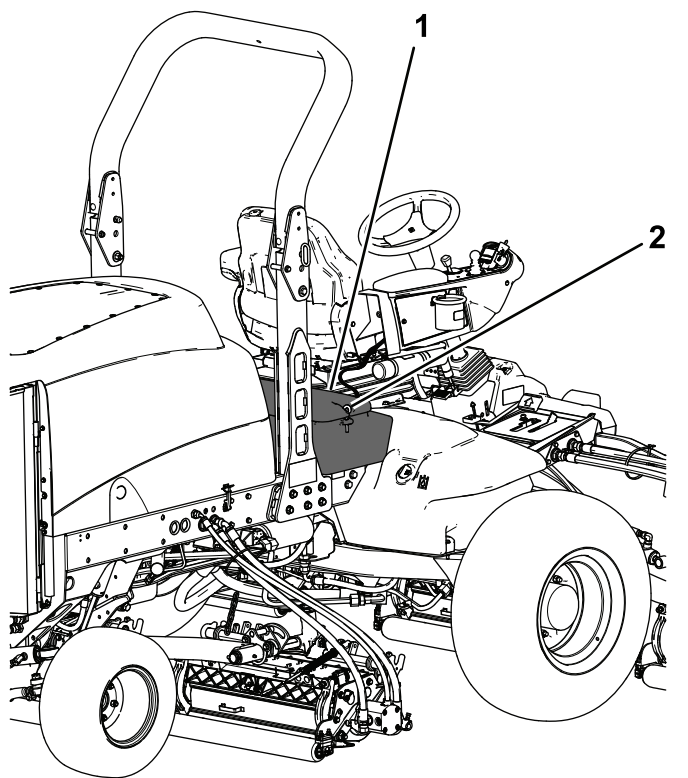

Figura 96
2. Desbloqueie e eleve o painel da consola do operador (Figura 96).